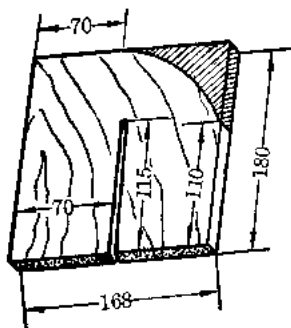

图 6
4. 做箱罩 i. 按图6在两块 $168 \times 180 \times 5$ (毫米)³板上各标出加工尺寸,然后各锯去画阴影部分的角,再锯出高115毫米的狭缝,便成罩的两块侧板。